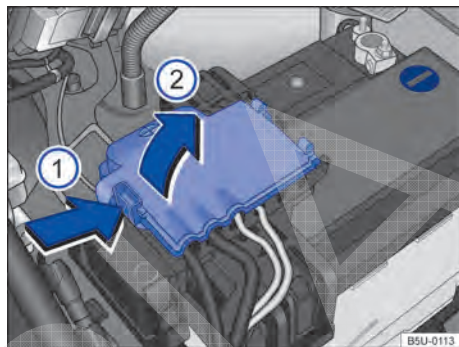

Fig. 182 Compartimento do motor: acesso ao terminal positivo da bateria.
- Abrir a cobertura do polo positivo. Para abrir pressionar a trava no sentido da seta → Fig. 182 ①, rebater a cobertura para o lado no sentido da seta ②.